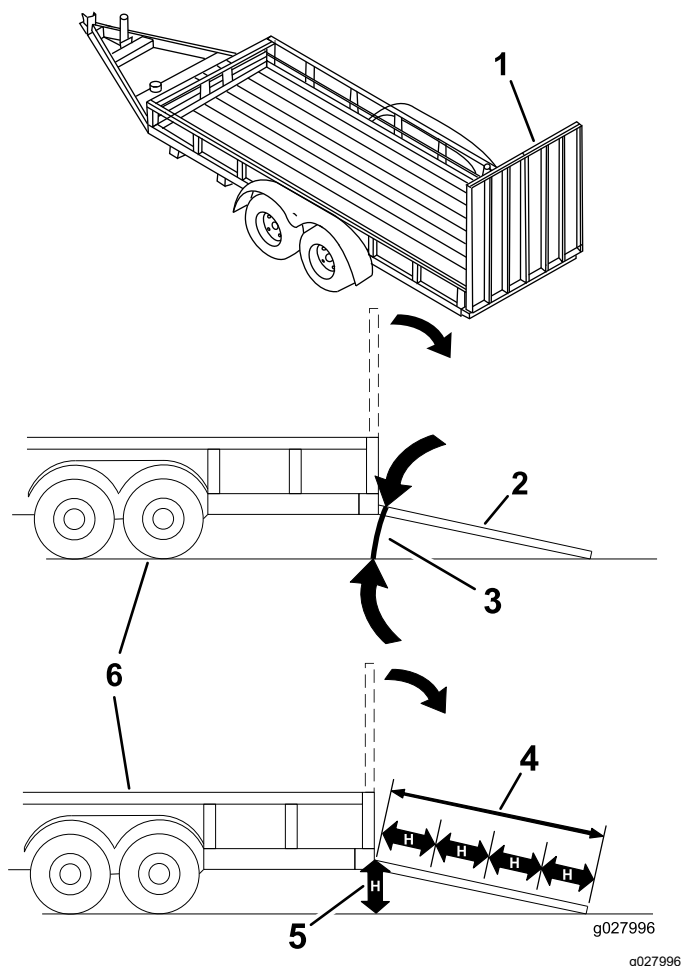

Рисунок 32
При погрузке машины на прицеп или грузовик повышается вероятность опрокидывания, что может привести к получению тяжелой травмы или гибели (Рисунок 32).
1. Опустите наклонный въезд, убедившись, что угол между наклонным въездом и поверхностью земли не превышает 15 градусов (Рисунок 32).